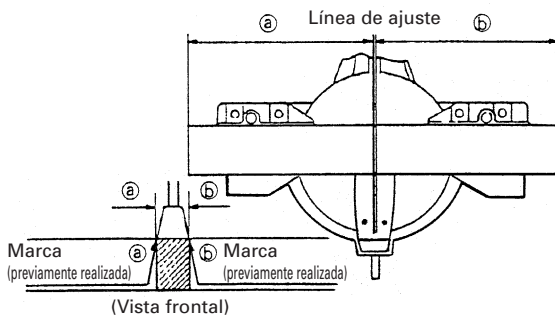

Fig. 21
- (1) Como se muestra en la Fig. 21, la anchura de la hoja de sierra es la de corte. Por lo tanto, deslice la pieza de trabajo hacia la derecha (vista desde la posición del operador) cuando desee la longitud ⑥, o hacia la izquierda cuando desee la longitud ⑤.